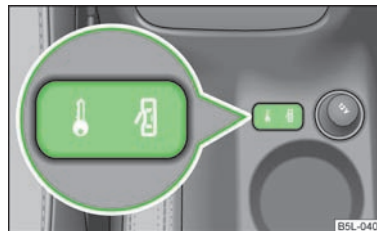

Fig. 12
Si el vehículo no se bloqueó desde fuera, se podrá desbloquearlo y bloquearlo con la tecla basculante » fig. 12, incluso sin estar conectado el encendido.
- Pulsar la tecla en la zona **1** » fig. 12. El símbolo **1** en la tecla se encenderá.
- Pulsar la tecla en la zona **2** » fig. 12. El símbolo **2** en la tecla se apagará.